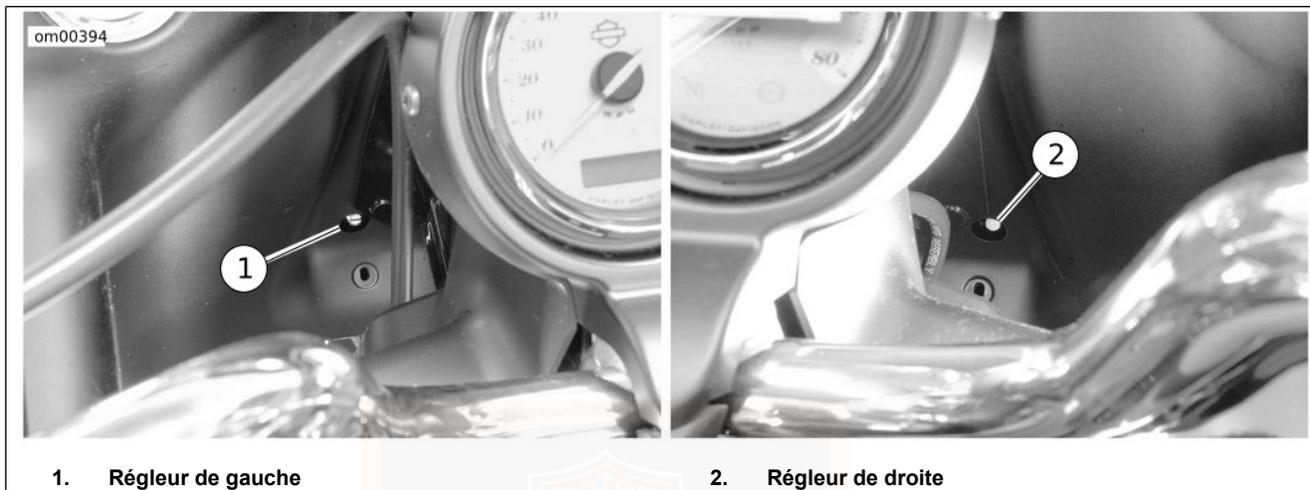

Figure 64. Réglage du phare : Modèles à double phare
- Voir Figure 64. Tourner les régleurs hexagonaux (métriques) situés près du bord inférieur du carénage intérieur. Se reporter à Tableau 37 pour la rotation des régleurs.